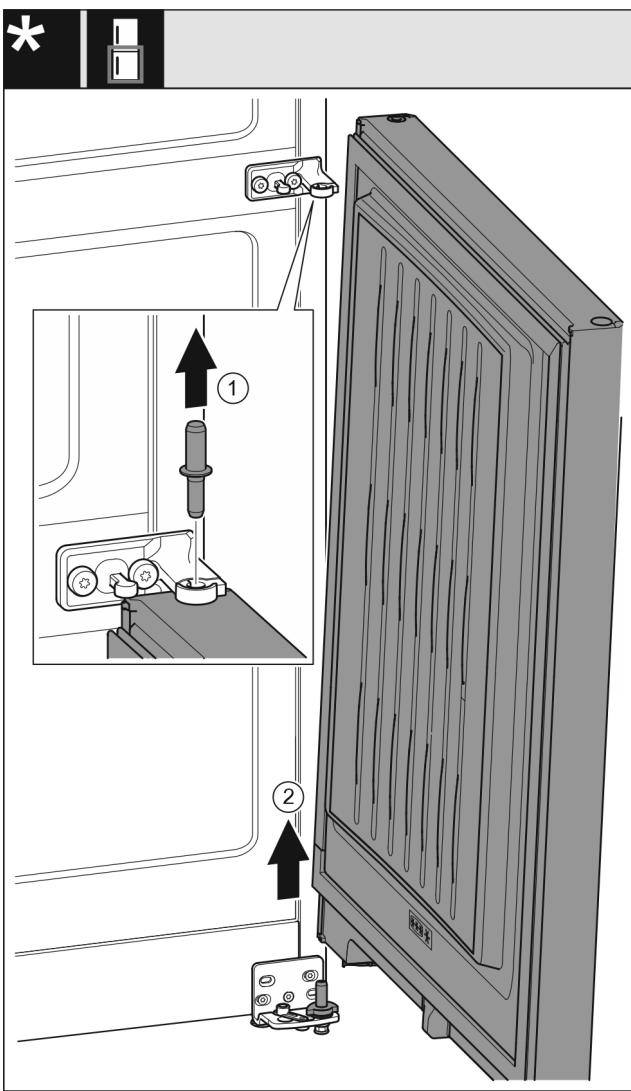

Fig. 7
- Izvucite svornjake prema gore. Fig. 7 (1)
- Zakrenite vrata prema van, povucite ih prema gore i stavite ih na stranu. Fig. 7 (2)